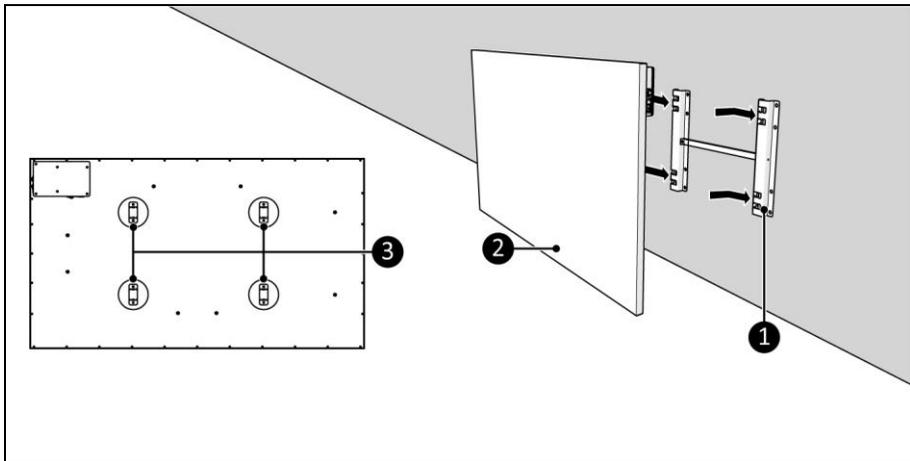

Figura 11
5. Amplașați suporturile dispozitivului (Figura 11, poz. 3) peste suportul de perete (Figura 11, poz. 1).
6. Glisați dispozitivul (Figura 11, poziția 2) în orificiile suportului de perete (Figura 11, poziția 1).